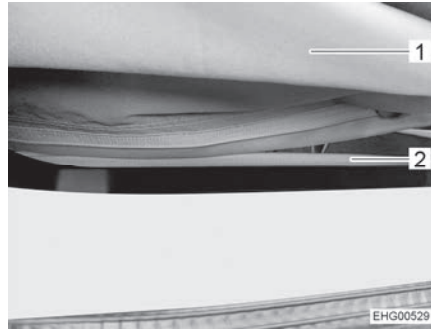

Fig. 59 Fermeture éclair
- Ouvrir entièrement la fermeture éclair (Fig. 59,2) sur le bas du soufflet (Fig. 59,1).